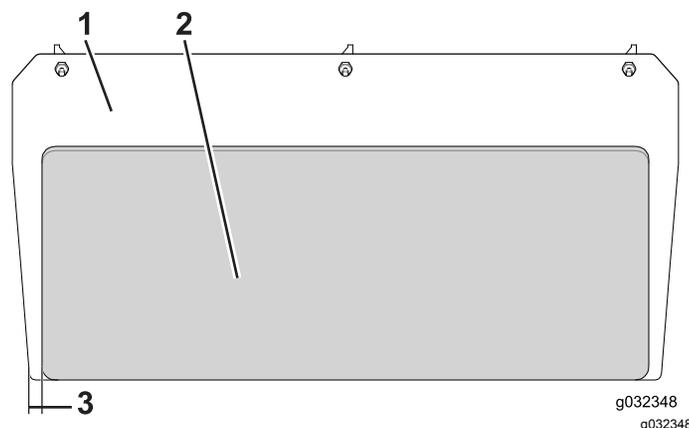

Figura 4
4. Rimuovete la pellicola e applicate lo schermo del pannello posteriore sul lato motore del pannello posteriore (Figura 4).
Nota: Centrate lo schermo del pannello posteriore lungo la larghezza della piastra, lasciando 29 mm da ciascun bordo (Figura 4).